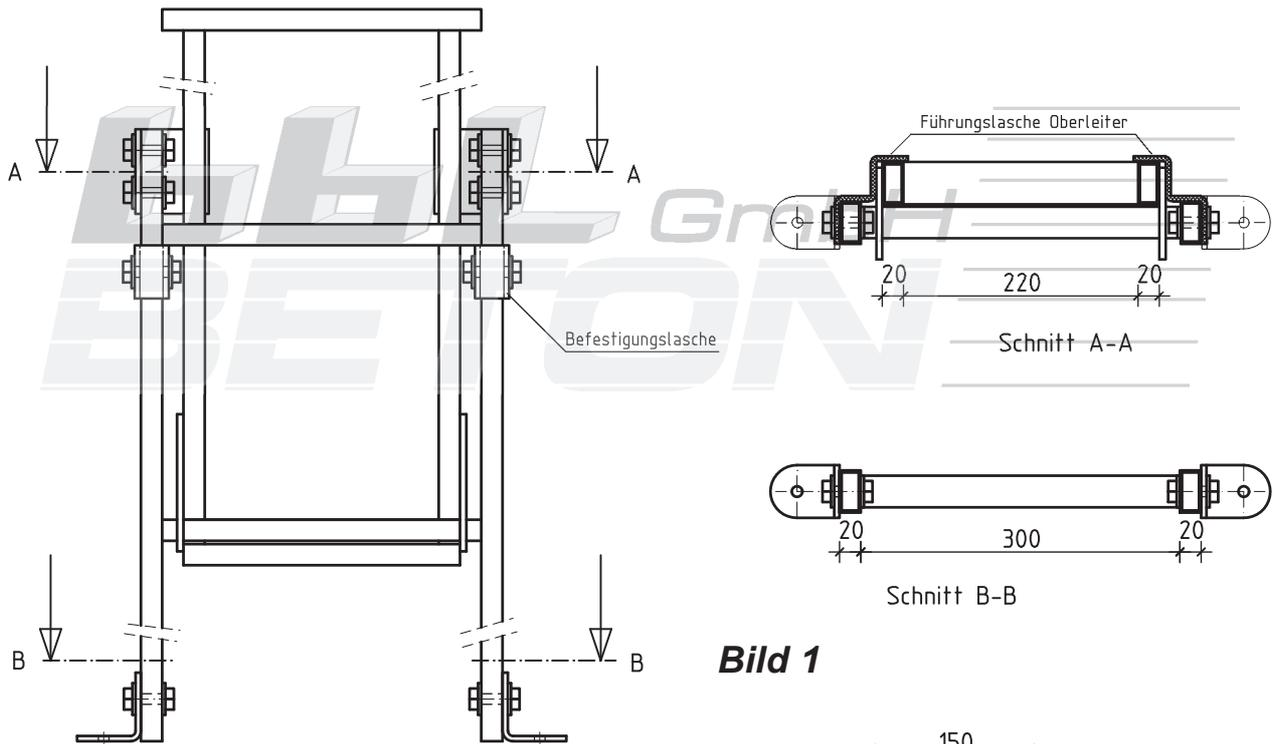
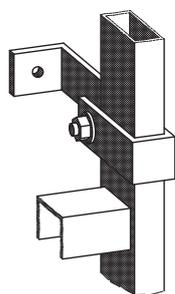

Bild 1
Bild 2
3. Winkel Fußanker mittels Unterlegscheiben, Schrauben M8 x 40 und Muttern an den Außenseiten der Unterleiter befestigen (Bild 1, Schnitt B – B).
4. Führungslaschen für die Oberleiter mit je 2 Schrauben M8 x 40, Unterlegscheiben und Muttern von außen an den Leiterholmen der Oberleiter befestigen (Bild 1, Schnitt A – A).
5. Befestigungslaschen Wandmontage unterhalb der Führungslaschen mit Schrauben M8 x 50, Unterlegscheiben und Muttern an beiden Leiterholmen befestigen. (Bild 1, Bild 2)
7. Schachtleiter an dieser Position mit Hilfe der Wasserwaage lotrecht aufstellen und Bohrlöcher der Fußanker und der Wand- bzw. Deckenanker auf dem Beton markieren. (Bild 1, Schnitt A – A, Bild 3)